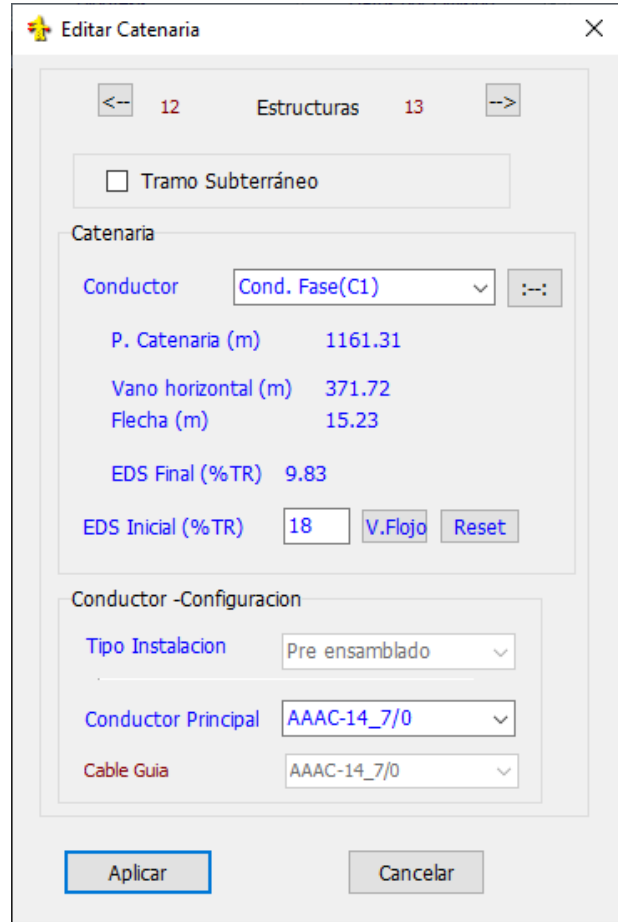

Fig. 9.2
- b) Con la función activada, hacer clic con el botón izquierdo del mouse, sobre la catenaria que se desea editar. Aparecerá la ventana que se muestra en la Fig. 9.2.